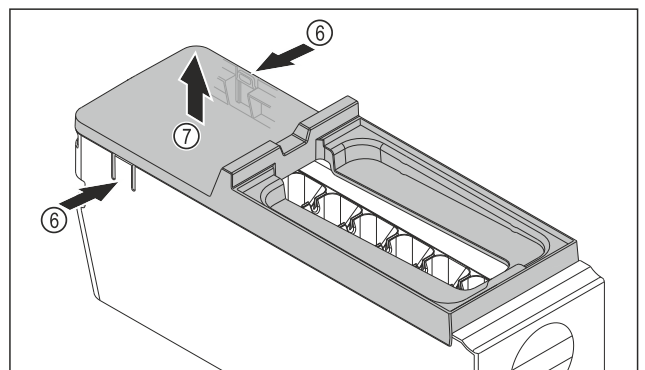

Fig. 106
- Rimuovere la copertura del corpo dell'EasyTwist-Ice: Con una mano, premere le linguette Fig. 106 (6) su entrambi i lati del corpo dell'EasyTwist-Ice.
- ▶ Con l'altra mano, estrarre verso l'alto la copertura Fig. 106 (7).